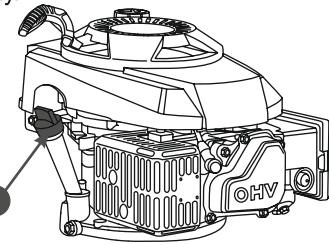

Рис. 17 Крышка-щуп маслозаливной горловины
5. Осторожно открните крышка-щуп 1 (Рис. 17) маслозаливной горловины, протрите его насухо и отложите в сторону.